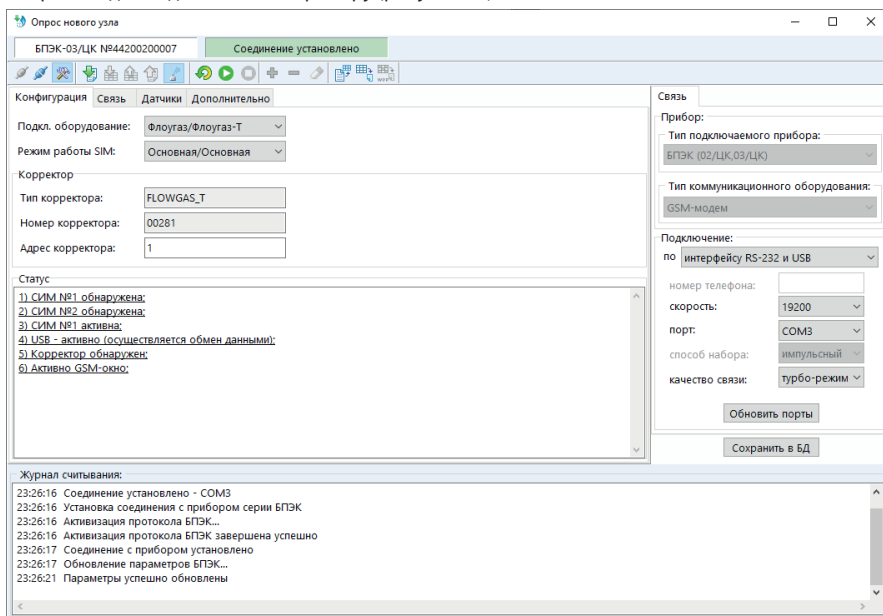

Рисунок 2Г – успешное подключение к БПЭК-02/ЦК-Ультра
7. Произойдет подключение к прибору (рисунок 2Г).